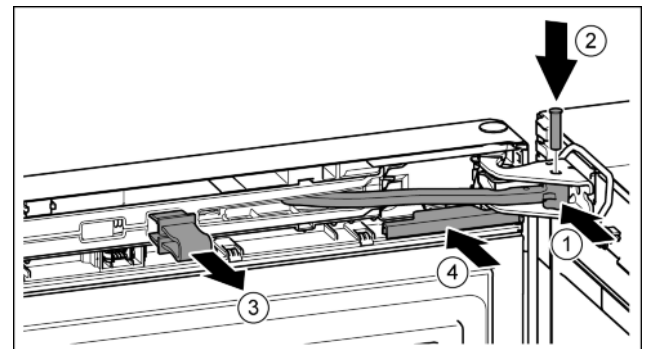

Fig. 23
- ▶ Gelenk in Lagerbock drehen. Fig. 23 (1)
- ▶ Bolzen in Lagerbock und Gelenk einsetzen. Dabei darauf achten, dass der Rastnocken korrekt in der Nut sitzt. *Fig. 23 (2)*
- ▶ Sicherung abnehmen. *Fig. 23 (3)*
- ▶ Abdeckung aufchieben. *Fig. 23 (4)*